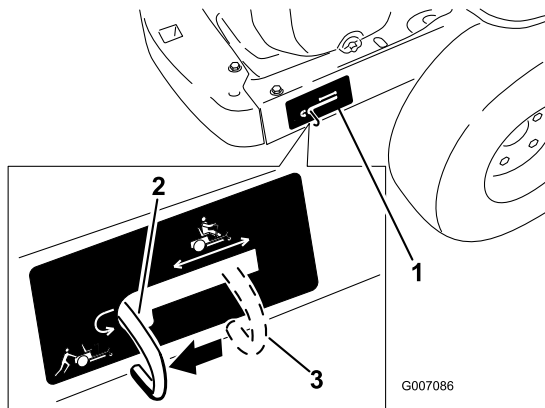

Bild 20
4. Schieben Sie die Bypasshebel nach hinten und dann nach unten, um sie zu arretieren, wie in Bild 20 dargestellt, um die Radmotore auszukuppeln. Wiederholen Sie die Schritte an jeder Maschinenseite.
Schieben Sie die Bypasshebel nach oben und drücken Sie sie dann nach vorne in die **Mitte** des horizontalen Schlitzes (Bild 20), um die Radmotore einzukuppeln.